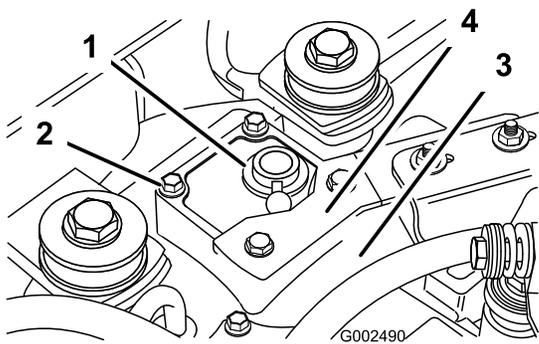

図 5
- トランスアクスル・ハウジング上部のカバーの固定ネジ4本を外す(図 5)。マフラのブラケットを外す。